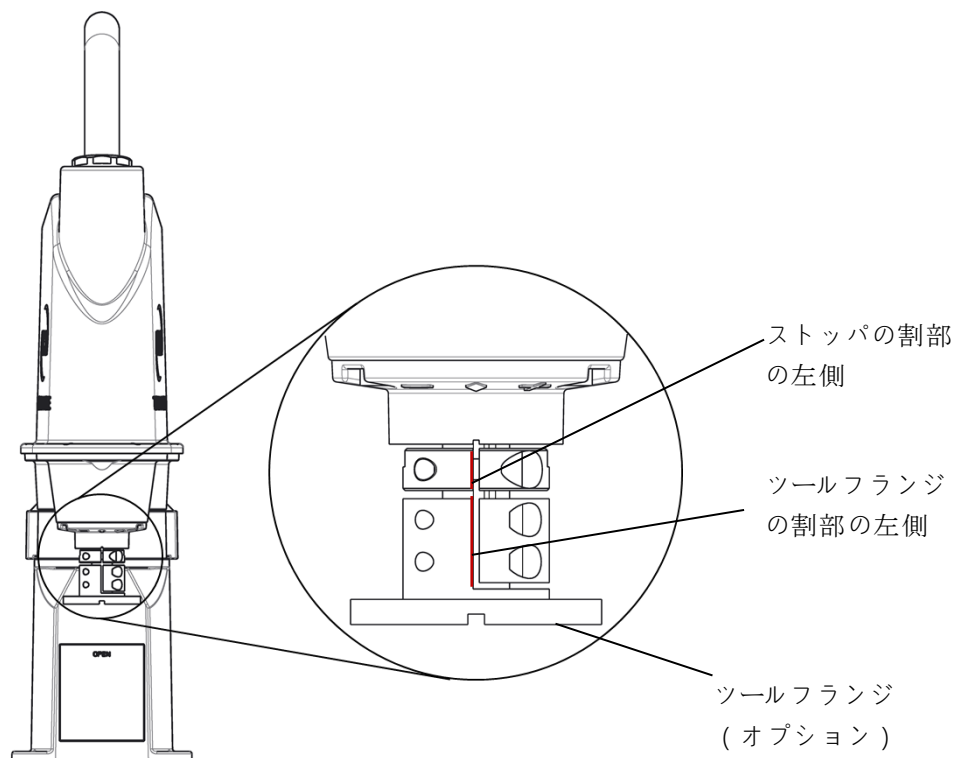

図 8.8 ツールフランジの取付
- 1) ツールフランジ (オプション) を図 8.8 のようにストッパの割部の左側とツールフランジの割部の左側が揃うように取付けてください。